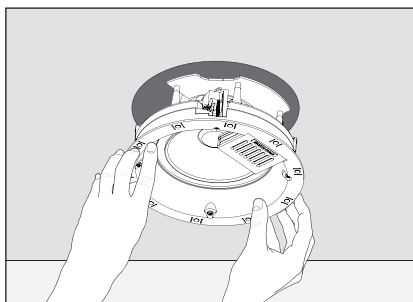

Fig. 5c
9. Poussez doucement l'ensemble dans le trou du plafond ou du mur (Fig. 5c & 6d).